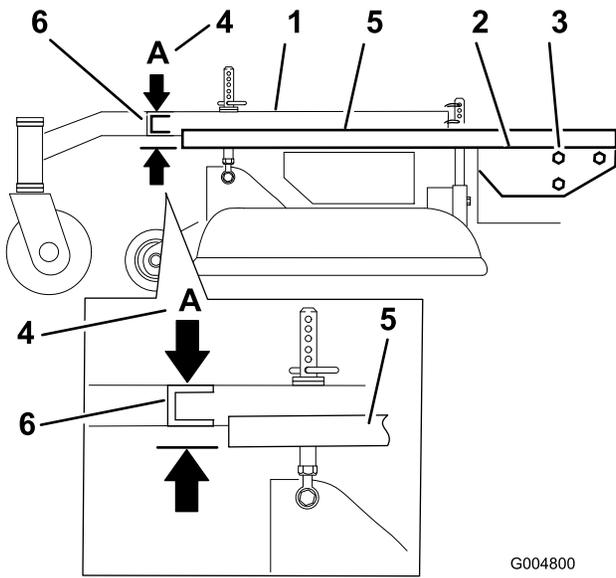

Figura 62
3. Coloque una regla larga en la parte superior de la carcasa del motor según se ilustra en la Figura 62.
4. En la ranura transversal del bastidor de tiro, mida la altura en la posición **A** (Figura 62).
6. Afloje los pernos de montaje del bastidor de tiro en los dos lados de la máquina (Figura 62).
7. Alinee el bastidor de tiro y la carcasa del motor para que tengan una altura de 33 mm (1-5/16 pulg.), con una tolerancia de más/menos 6 mm (1/4 pulg.) en la posición **A** (Figura 62).